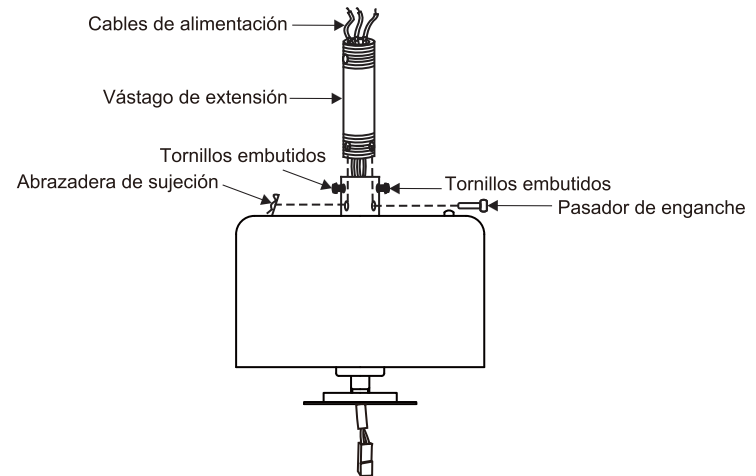

Fig. 8
Paso 6. Afloje los dos tornillos y retire el pasador de enganche y el clip de sujeción del acoplamiento en la parte superior del ensamblaje del motor. (Fig. 8)
Luego, vuelva a colocar el pasador de enganche y la abrazadera de sujeción. Ajuste ambos tornillos embutidos. (Fig. 8)